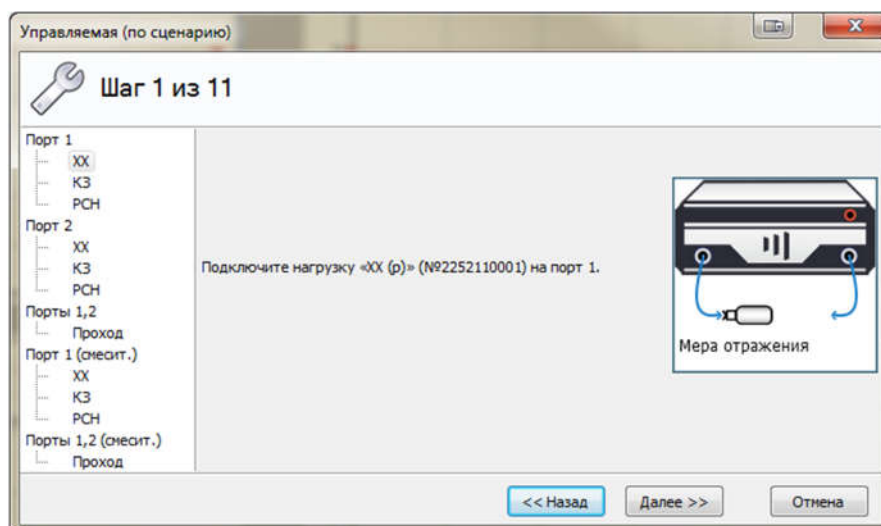

Рисунок 2.214 – Этапы калибровки с преобразованием частоты
- В появившемся диалоговом окне, представленном на рисунке 2.213, задать параметры преобразования частоты¹⁾. После подключения к внешнему генератору следовать инструкциям мастера калибровок (рисунок 2.214).